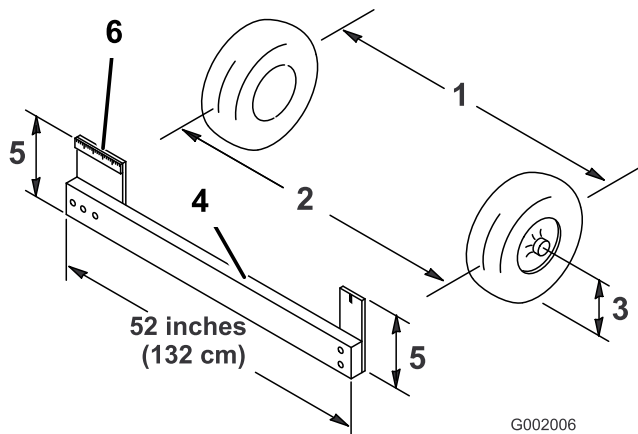

Figure 60
4. Mesurez la distance entre les roues avant à hauteur d'essieu, à l'avant et à l'arrière des roues (Figure 60). Un gabarit ou un compas à verges est nécessaire pour mesurer l'arrière des roues avant à hauteur d'essieu. Utilisez le même gabarit ou outil pour mesurer précisément l'avant des roues avant à hauteur d'essieu (Figure 60).